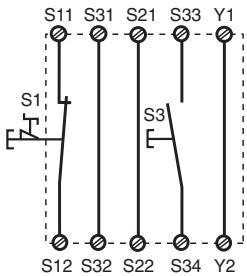

Fig. 2: Eingangskreis einkanalig, manueller Start/Single-channel input circuit, manual reset/Commande par 1 canal, validation manuelle
- In Fig. 2 ... Fig. 9 sind Anschlussbeispiele für Not-Halt-Beschaltung mit manuellem und überwachtem Start, Schutztüransteuerungen sowie Kontaktvervielfachung durch externe Schütze dargestellt.
- Fig.2...Fig.9 show connection examples for Emergency Stop wiring with manual and monitored reset. Safety gate controls as well as contact expansion via external contactors.
- Dans les figures 2 à 9 sont représentés les différents cablages possibles du PNOZ 11: poussoirs AU avec surveillance du circuit de réarmement, interrupteurs de position et augmentation du nombre des contacts par contacteurs externes.